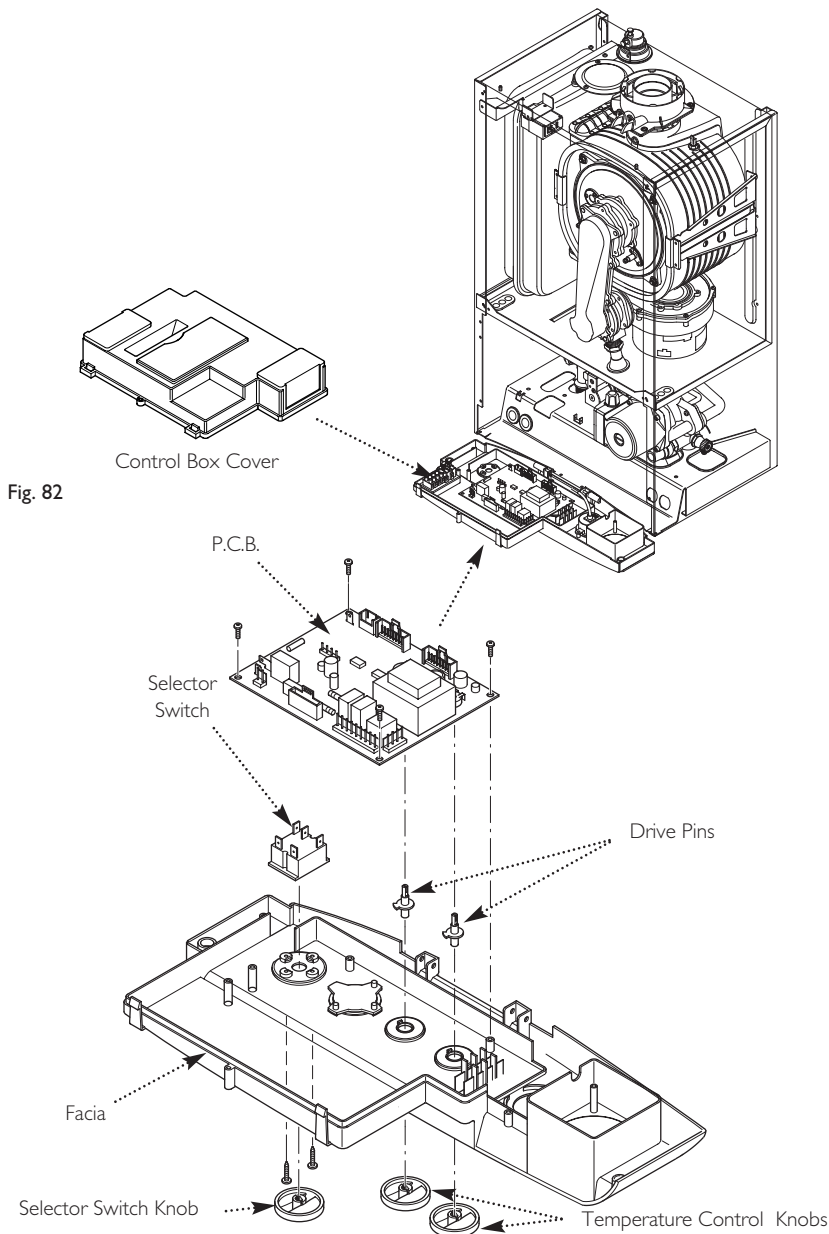

Fig. 83
14.19 Selector Switch (Fig. 83)